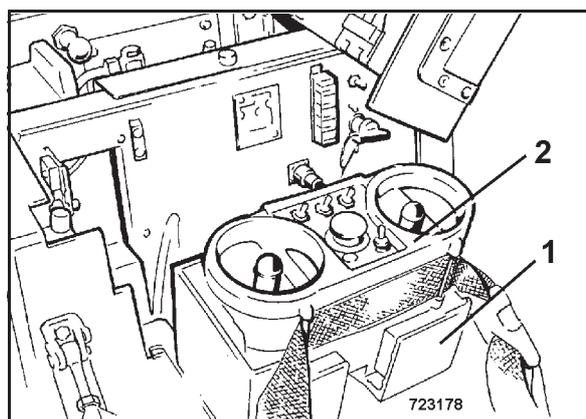

Bild 39
- Bedienkasten (1) (Bild 39) einklappen.